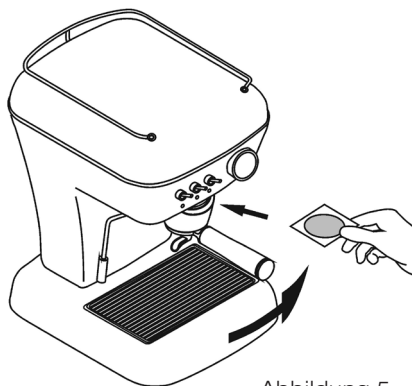

Abbildung 5
Wechseln Sie unter Lösen der Schraube im Brühkopf die Dusche. Setzen Sie das Sieb für Kaffeecialda's (flaches Sieb) in den Siebträger ein **7** bzw. verwenden Sie den Spezialsiebträger (10)(optional). Legen Sie die Kaffeecialda's in den Siebträger.(siehe Abbildung 5) und verfahren weiter nach Punkt 3.5, 3.6 und 3.7